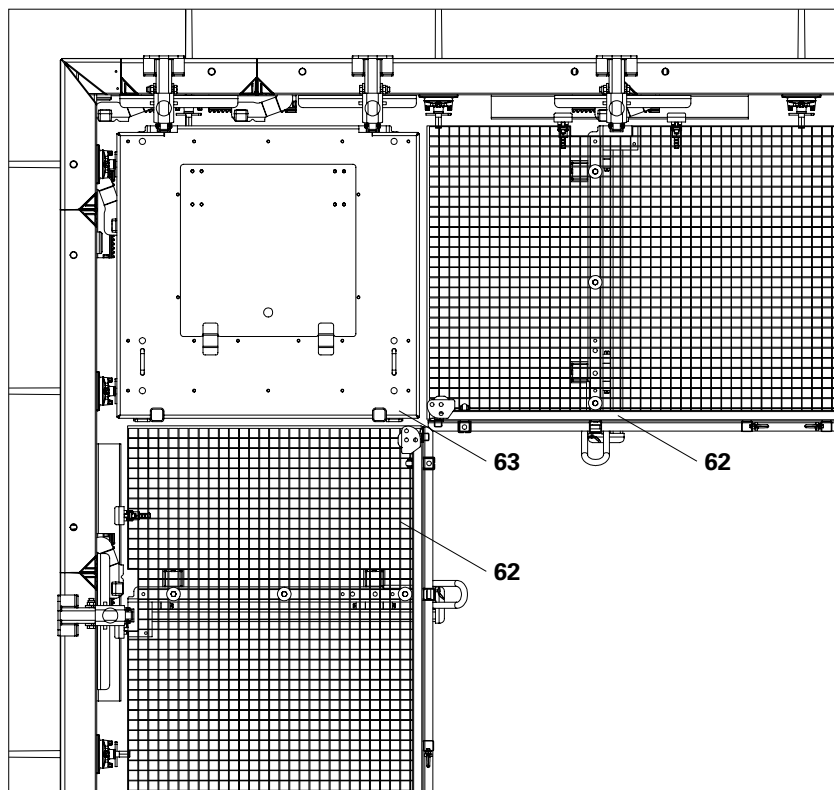

Fig. A7.18
Utiliser la plate-forme de bétonnage à trappe MX 100 x 100 (63) pour les angles à 90 ° sur le coffrage intérieur. Pour cela, poser la plate-forme de bétonnage MX 100 x 240 (62) dans les deux sens. (Fig. A7.18)